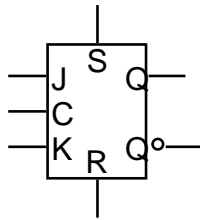

Figura 5.0.1.
- a) Un biestable que se puede utilizar para la simulación es el biestable J-K. Se recomienda utilizar denominado *JK Flip Flop ni RS* de la librería *Simulation Logic.clf*, cuyo símbolo se puede ver en la Figura 5.0.1.
En la Figura 5.0.1 los pines del símbolo significan lo siguiente: